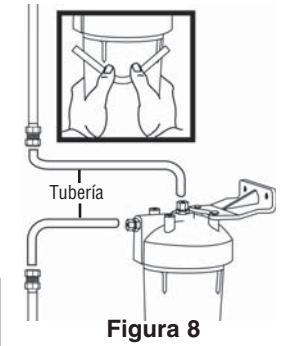

Figura 8
8. Corte dos pedazos de tubería de cobre blando de 3/8 de pulgada y dóblelos como se indica. Doble la tubería para crear curvas suaves en lugar de cerradas. (Figura 8)